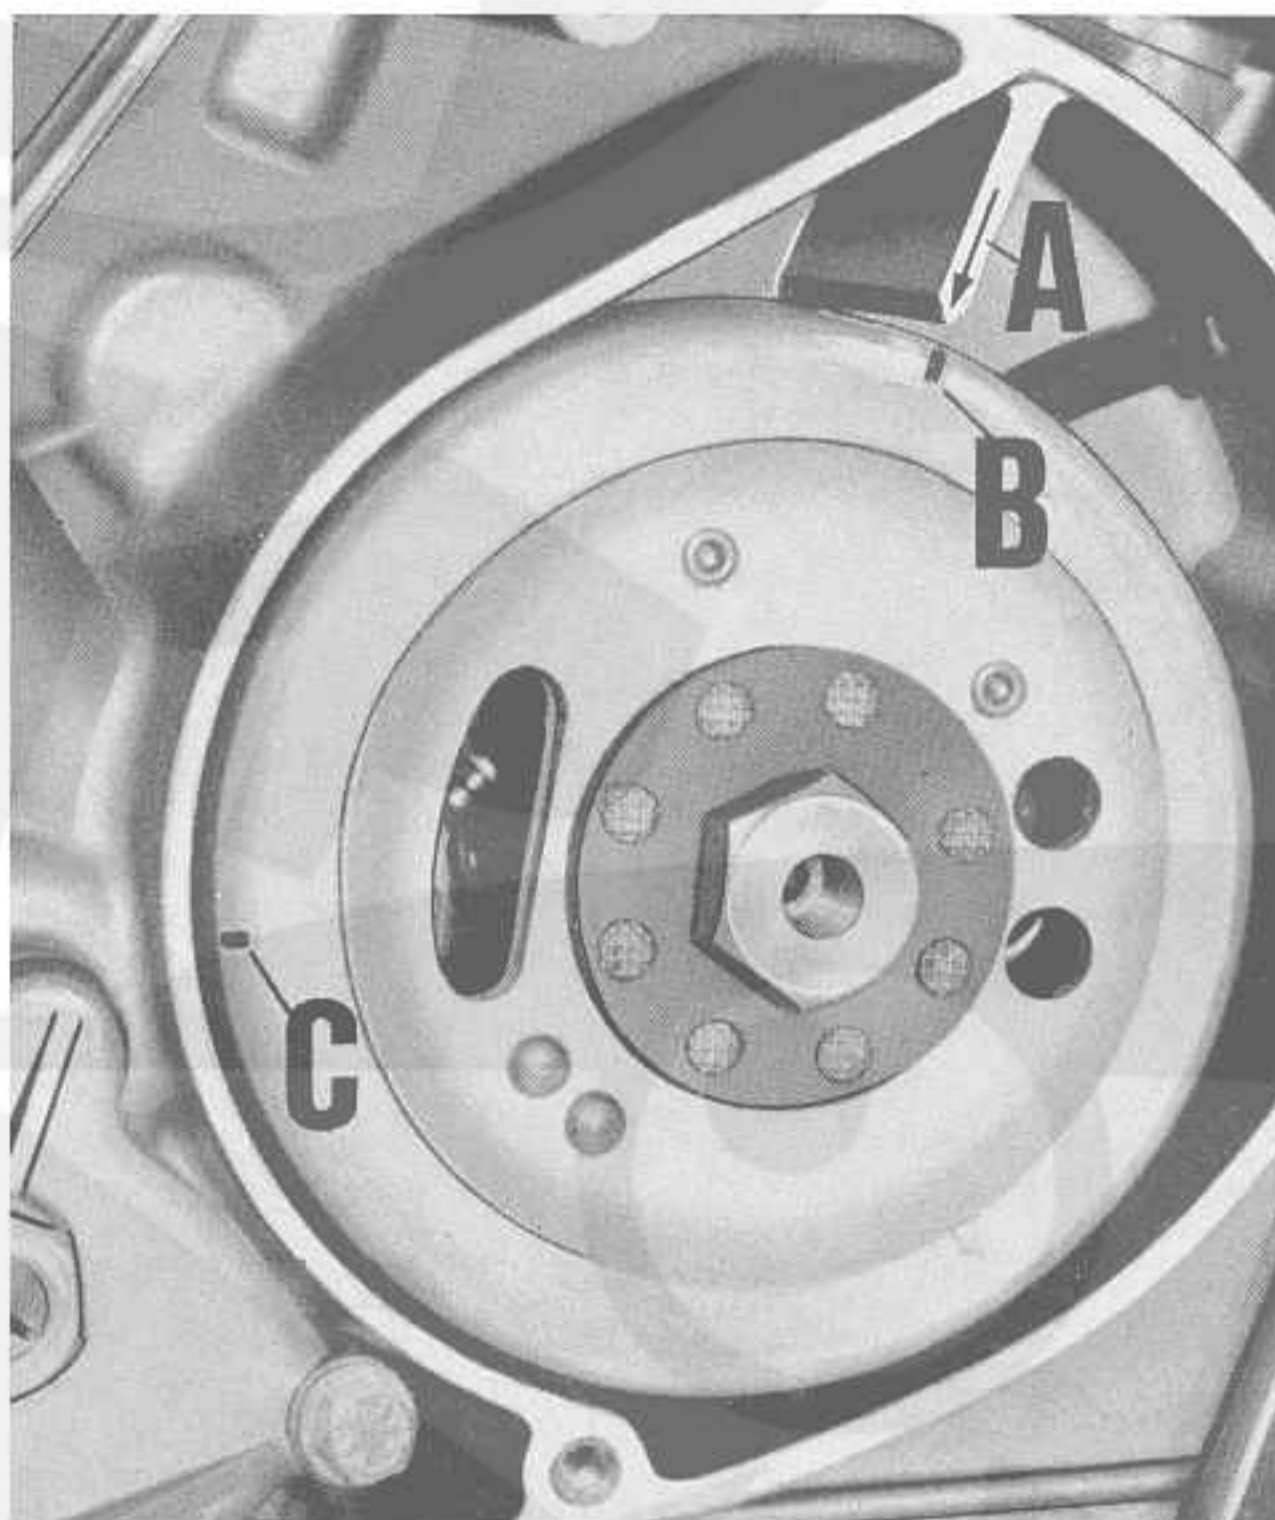
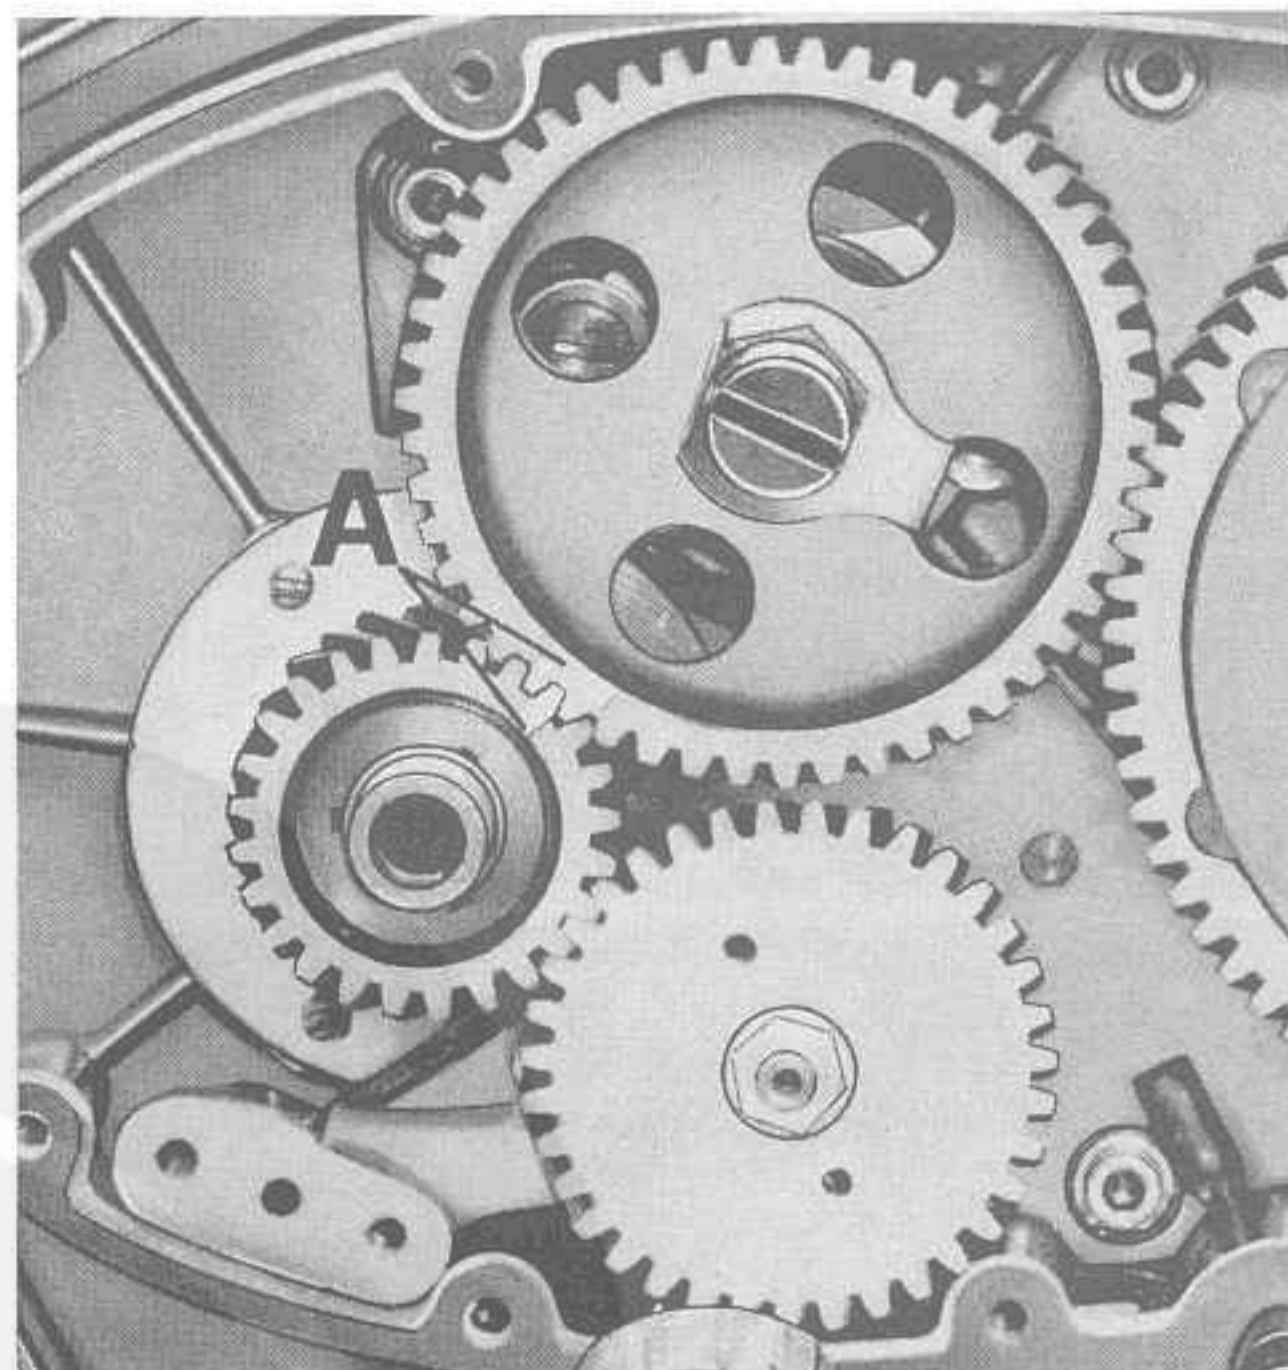

Fig. 54
Fig. 55
- ruotare il volano magnete quel tanto da portare la freccia (A) stampigliata sulla periferia del volano in corrispondenza della freccia (B) stampigliata sul basamento motore (vedere fig. 54). Il motore con i segni (A e B) in corrispondenza si trova a punto molto superiore (P.M.S.) con valvole chiuse e precisamente a fine fase di compressione;
- tracciare sulla periferia del volano il segno (C). Questo segno si trova partendo dalla freccia (A) in senso antiorario di mm 120 ÷ 122;
- ruotare di nuovo il volano in senso orario quel tanto da portare il segno (C) in corrispondenza della freccia sul basamento motore (A); a questo punto la valvola di scarico deve dare inizio all'apertura. Messo così a punto lo scarico anche l'aspirazione si trova in fase.
A questo punto (accertandosi che l'ingranaggio della distribuzione non ruoti in nessun senso), montare il pignone inserendo in una delle tre cave la chiavella montata sull'albero motore e segnare provvisoriamente i tre denti incastrati (vedere fig. 55) indi controllare la fase distribuzione; se con i segni sul volano "C e A" di fig. 54 in corrispondenza, i due denti dell'ingranaggio della distribuzione non fossero incastrati perfettamente sul dente del pignone motore (vedere fig. 55) occorrerà levare il pignone motore ed agire sulle altre due cave del pignone fino ad ottenere la perfetta fasatura, indi segnare i due denti dell'ingranaggio della distribuzione e il dente del pignone motore.